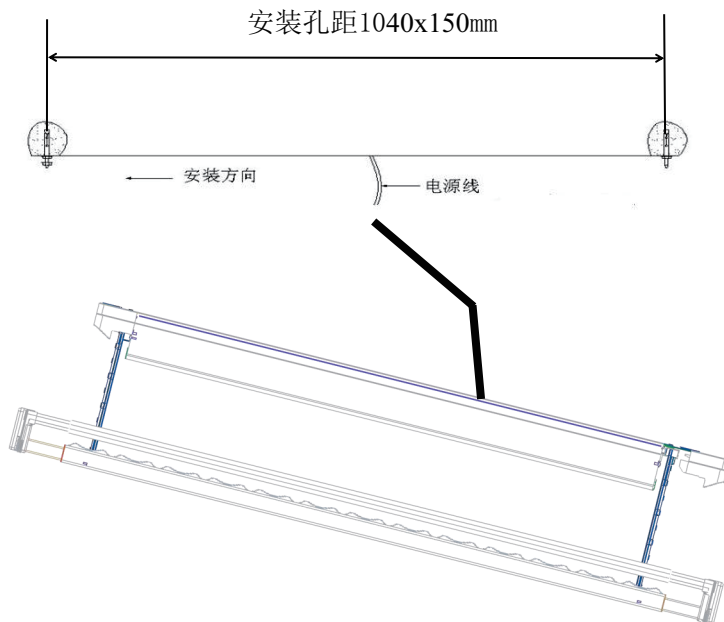

图6
5、小心托起整机，将主机一端插在两个膨胀螺丝的垫片上，接着托起另一端把垫片及螺母装上锁紧，然后，再把第一端的螺母拧紧，如图 6 所示，6 图仅供参考。（注意请勿大力摇动剪刀架，避免其与主机有刮碰）